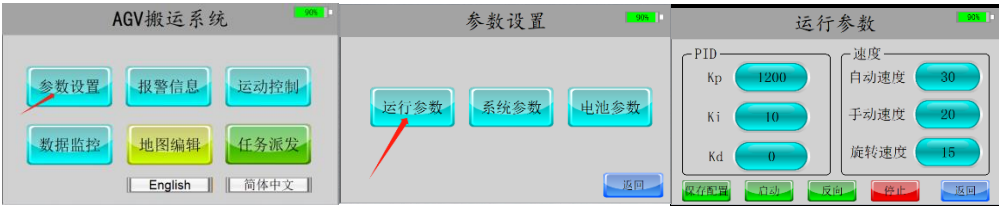

图 3-2 触摸屏连接验证步骤示意
- 3、观察“触摸屏”连接是否正常, 如“图 3-2”可通过依次点击主界面的“参数设置”→“运行参数”按钮, 会进入“运行参数”界面, 若相关参数有值则证明“触摸屏”